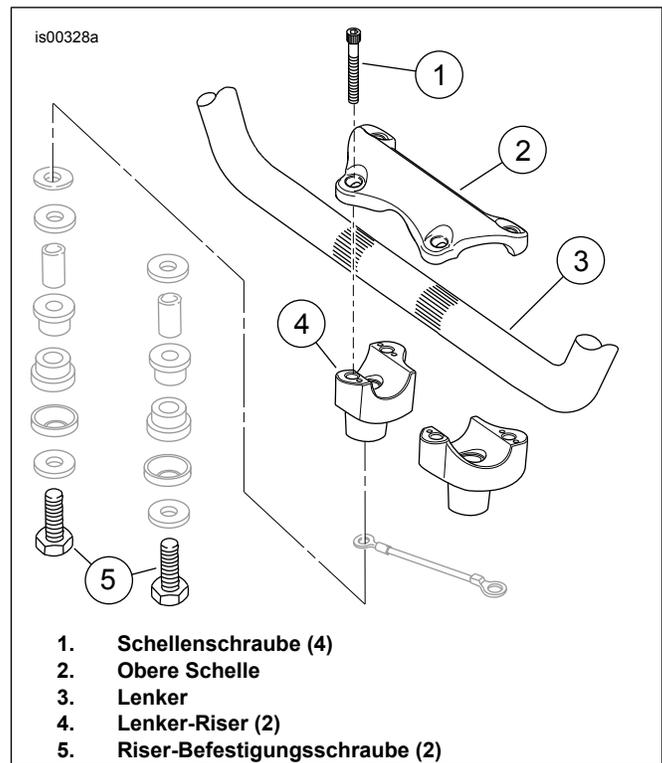

Abbildung 1. Lenkerschelle und Riser
20. Siehe Abbildung 1. Die Schrauben (1), mit denen die obere Schelle (2) an den Lenker-Risern (4) befestigt ist, entfernen. Schelle ausbauen. Den Lenker (3) abnehmen.